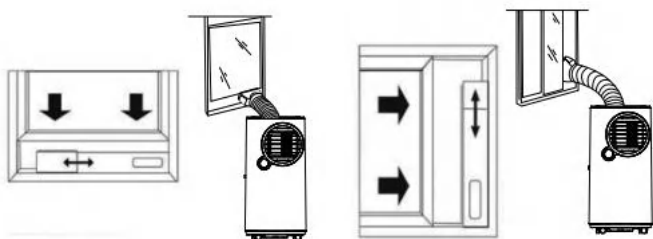

Fig.8
- En cas d'installation sur une fenêtre, Placez l'embouchure d'évacuation dans le cache de fenêtre, réglez l'ouverture de la fenêtre pour que le cache de fenêtre soit bien ajusté dans l'ouverture (la longueur du cache est réglable. (Fig.8)